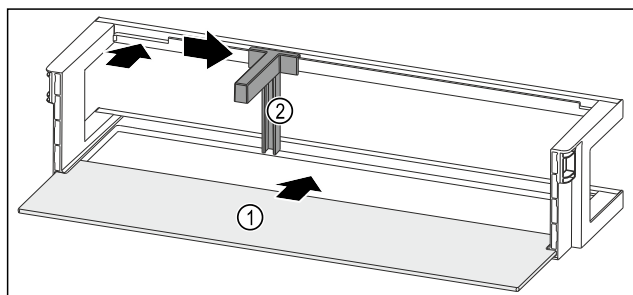

Fig. 202 Дверная полка со съемной полкой
- ▶ Вдвиньте съемную полку Fig. 202 (1) в боковые пазы.
- ▶ Установите держатель для бутылок Fig. 202 (2) в выемку.
- ▶ Сместите держатель для бутылок Fig. 202 (2) в нужное положение в сторону.